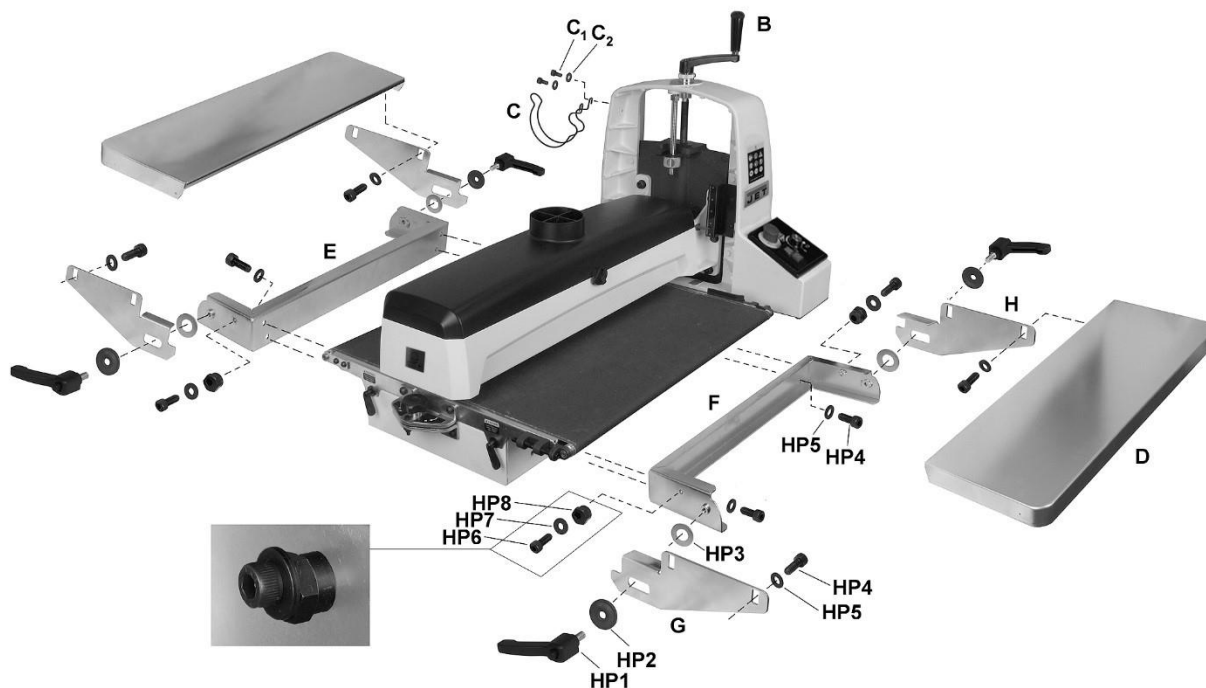

Figure 6-3: Montage ponceuse avec tables d'entrée / sortie (en option)
1. Installez la poignée de réglage de hauteur (B, Fig6-3) et serrez la vis de réglage.
2. Installez le support tuyau (C) avec les vis et les rondelles (C1 / C2).
1. Installez les supports d'entrée et de sortie (L, Figure 6-3) sur les trous filetés dans la base de la ponceuse avec des rondelles plates et des vis à tête à six pans creux (HP4/5). Veillez à ce que les supports droit et gauche soient orientés comme montré. Les supports doivent s'appuyer sur la base.